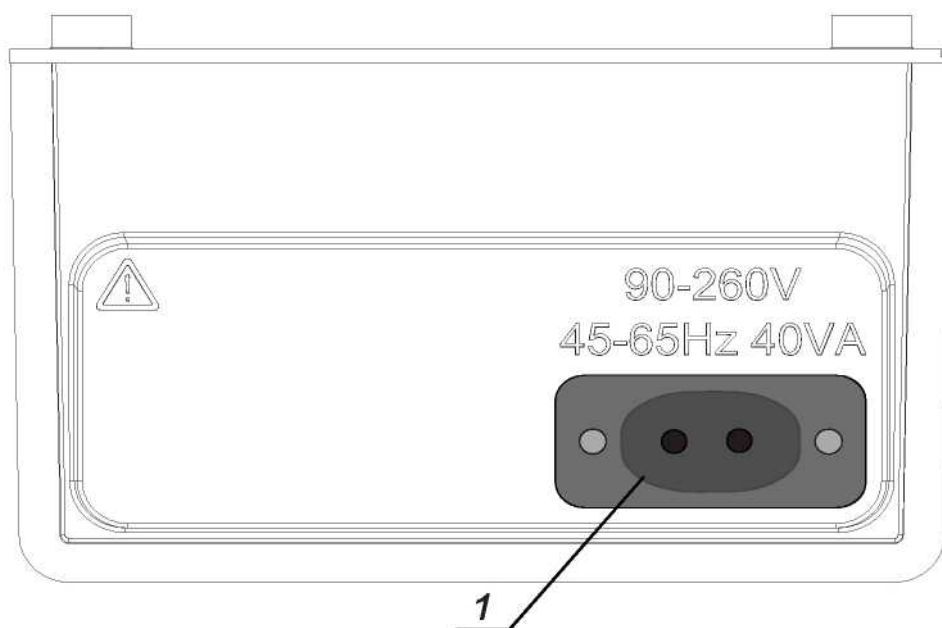

Рис. 4. Разъем шнура питания
- для подключения кабеля питания (Рис. 4).